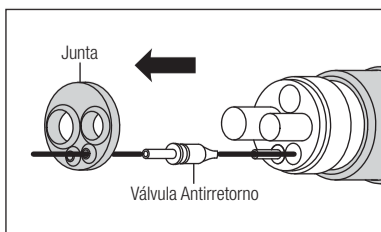

Fig. 18
- 3) Puxe e retire o tubo de água e substitua a válvula antirretorno. (Fig.18)